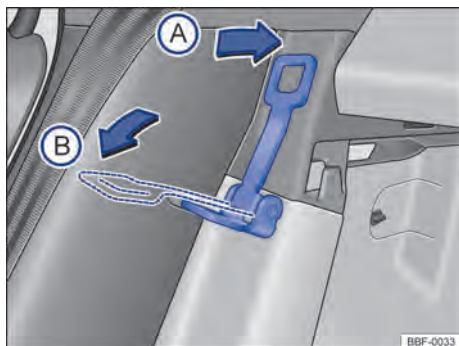

Fig. 69 Atrás do banco traseiro: alavanca para regulagem de inclinação do encosto
- Posição A: colocar a alavanca → Fig. 69 no sentido da seta A, para retornar o encosto do banco para sua posição original.
- Posição B: colocar a alavanca → Fig. 69 no sentido da seta B, para ampliar o compartimento de bagagem.
→ Fig. 69.